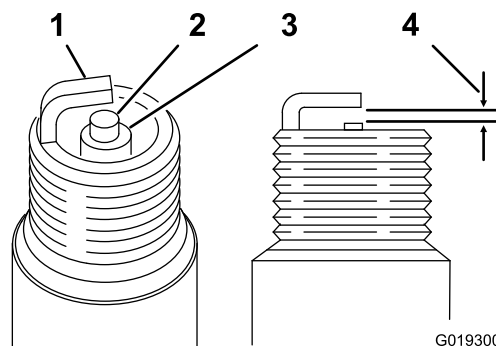

Bild 44
5. Stellen Sie den Elektrodenabstand an jeder Zündkerze zwischen der mittleren und der Seitenelektrode auf 0,76 mm ein, siehe Bild 44. Setzen Sie die Zündkerzen mit korrektem Elektrodenabstand mit einer Dichtung ein und ziehen sie auf 22 N·m fest.